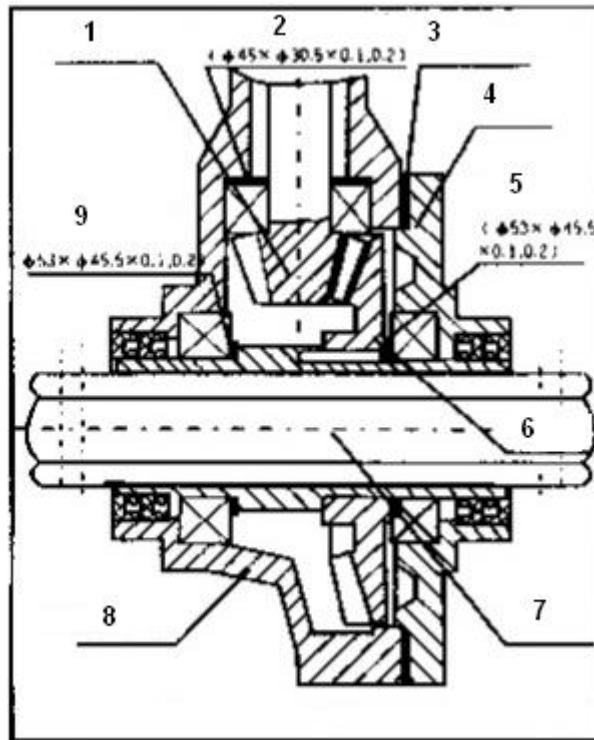

Рисунок 11. Структурная схема конической зубчатой передачи в ходовой части
2. Регулировка зазора сетки конической зубчатой передачи в кодовой части (см. рисунок 11)